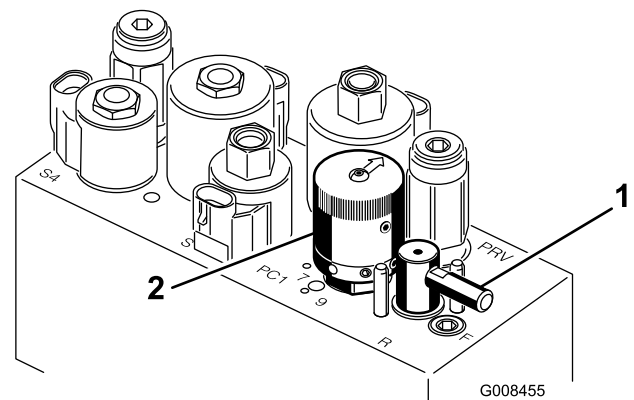

図 56
5. バックラップ・レバーを R 位置にセットする（図 56）。
6. リール速度セレクトを 1 にセットする (図 56)。